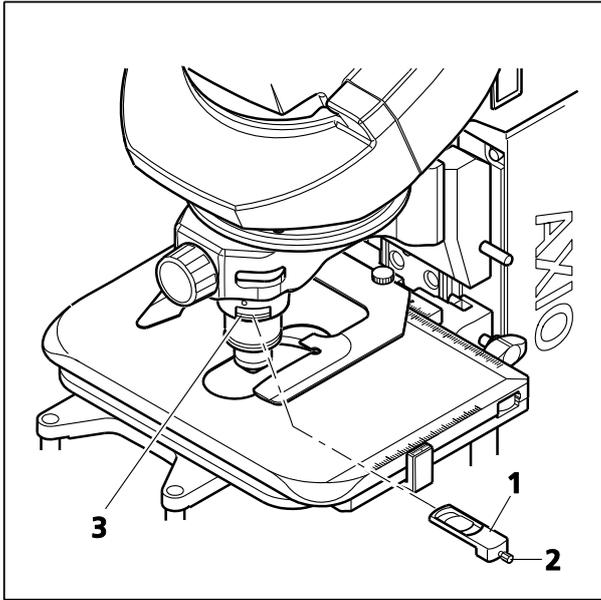

图 4-3 将 DIC 滑块插入物镜适配器
- 将适合物镜的 DIC 滑块 (图 4-3/1, 见印字) 滑入物镜适配器中物镜上方的专用开口 (图 4-3/3)。
- 重新调整 DIC 滑块 (图 4-3/2) 的滚花螺钉，将黑色斜条纹调整到观察视野中心。